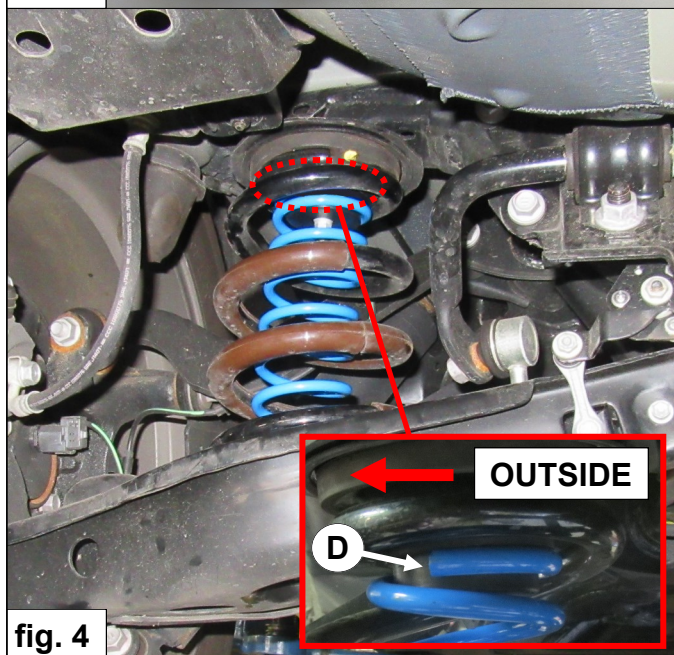

fig. 4
8. Draai de hulpveer C zo dat de veeruiteinden D naar de **buitenzijde** gericht zijn. Zie fig. 4.